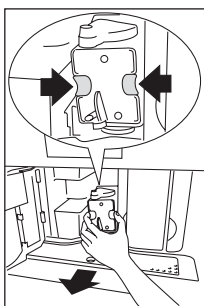

Fig. 39
- Appuyez sur les deux boutons de libération rouges vers l'intérieur et en même temps tirez l'unité de brassage vers l'extérieur (Fig. 39).